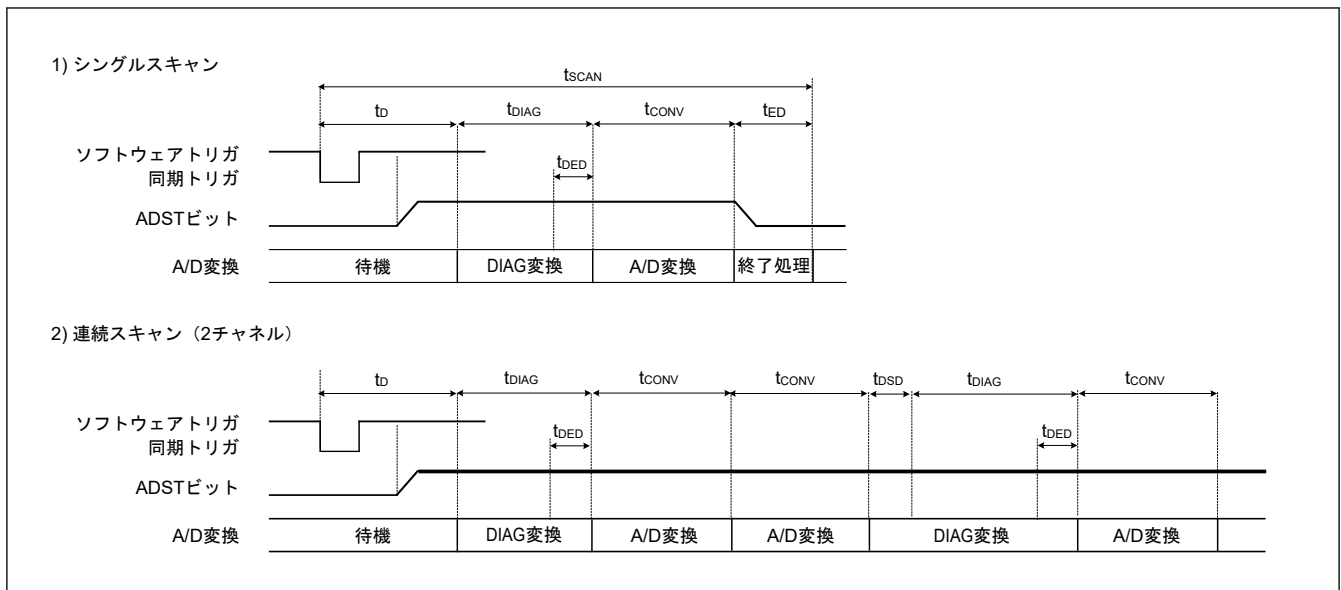
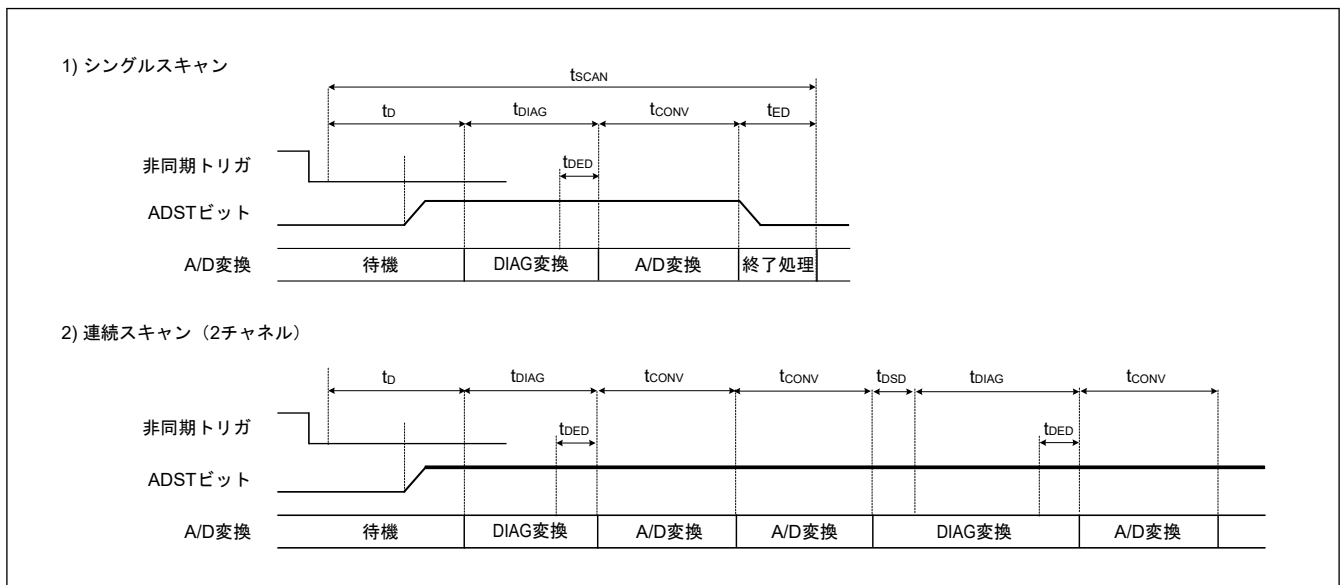

図 29.25 スキャン変換のタイミング (ソフトウェア起動または同期トリガ入力 (ELC) 起動の場合)
図 29.26 スキャン変換のタイミング (非同期トリガ入力 (ADTRG0) 起動の場合)
図 29.25 に、ソフトウェアトリガまたは同期トリガ (ELC) 起動によりスキャン変換を行う場合のタイミングを示します。また、図 29.26 に、非同期トリガ (ADTRG0) 起動によるスキャン変換を行う場合のタイミングを示します。スキャン変換時間 (t_{SCAN}) はスキャン変換開始遅延時間 (t_D)、断線検出アシスト処理時間 (t_{DIS})^(注1)、自己診断変換時間 (t_{DIAG} および t_{DSD})^(注2)、A/D 変換処理時間 (t_{CONV})、スキャン変換終了遅延時間 (t_{ED}) を含めた時間となります。
- 注 1. t_D 、 t_{DIAG} 、 t_{CONV} 、および t_{ED} の各タイミングについては、図 29.25 および 図 29.26 を参照してください。